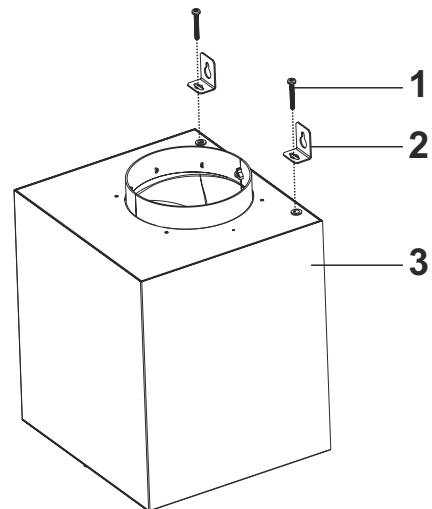

Fig. 26
7. ➔ Hvis motorkabinettet skal hænges op, brug da de 2 x M5x35mm skruer og 2 x ophængingsbeslag og monter dem på motorkabinettet- (Fig. 26).